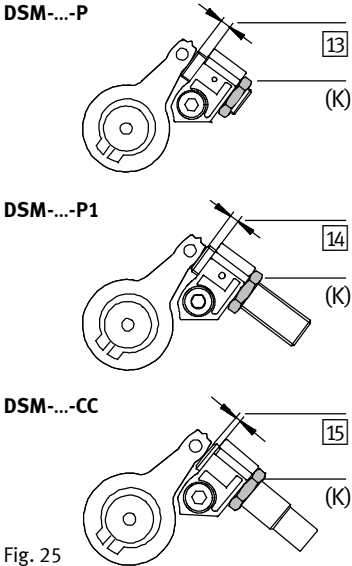

Fig. 25
2. Desserrer le contre-écrou (K) (Fig. 25) de l'amortisseur. La longueur de desserrage de l'amortisseur (amortisseur en élastomère [13] / [14] ou amortisseur [15]) permet de compenser l'écart de fin de course. Cet écart est créé lors du pré-réglage en approchant l'amortisseur du levier de butée sans pression.